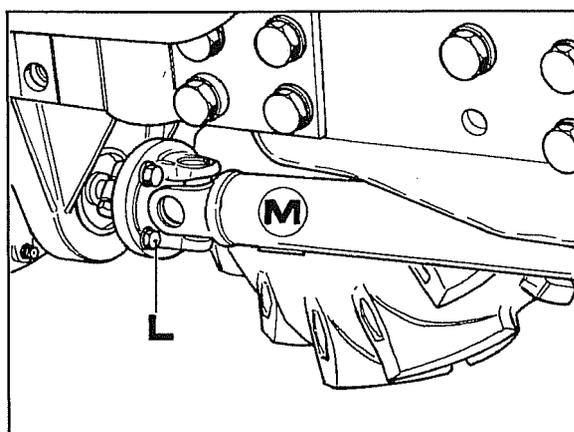

Fig. 17
17. Desconectar el eje **M** de la doble tracción mediante los tornillos **L** fig. 17, luego extraerlo hacia adelante para quitarlo.